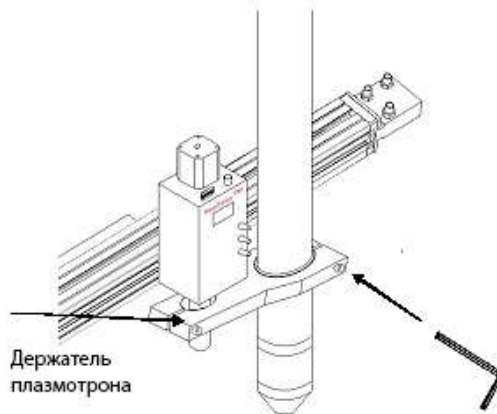

Рис. 10.4. Установка плазмотрона.
4. В зависимости от конструкции держателя плазмотрона установите и закрепите плазмотрон (См. рис. 10.4).